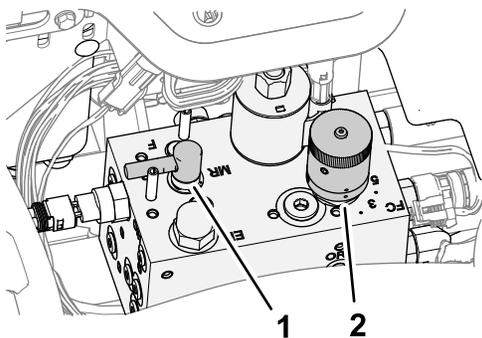

Figura 94
4. Mova a alavanca de retificação para a posição R (Figura 94).